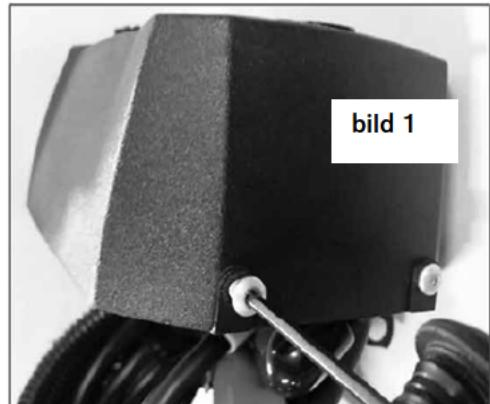

bild 1
1. Lossa bultarna i kontrollenhetens hölje. Ta loss höljet försiktigt. Fjärrkontrollkontakten sladdar sitter fast i höljet (bild 1+2).